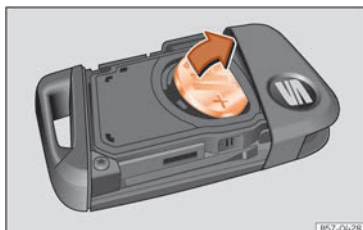

Fig. 47 Llave del vehículo: extracción de la pila.
- Extraiga la pila de su compartimento haciendo palanca >>> **fig. 47**.
- Encaje una pila de botón nueva en el compartimento >>> ①.